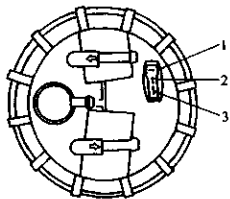

图 2-87 燃油泵导线插头
3) 如果燃油泵继电器良好，燃油泵仍然不工作，打开行李箱饰板，从密封凸缘拔下 3 个端子的导线插头。起动起动机，用万用表测量插头上 1 端子和 3 端子之间的电压（如图 2-87 所示），电压的额定值约为蓄电池的电压（12V 左右）。